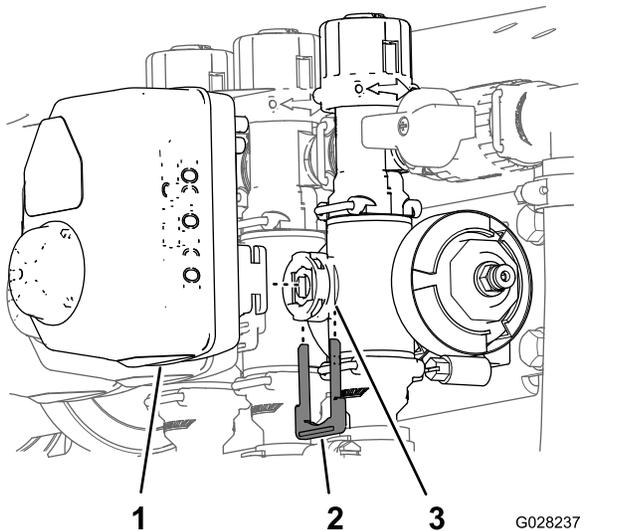

图66
3. 取下将致动器固定至喷洒率控制歧管阀、搅拌、主喷洒臂段或喷洒臂段阀的卡环图66。